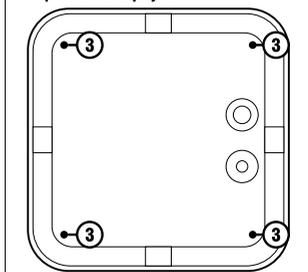

Рис. 2.
- Нанесите место будущей установки светильника и просверлите 4 отверстия. Расположение монтажных отверстий ③ обозначено на Рис. 2.
- Установите гермоввод (в комплекте) в отверстия ④ и ⑦. Протяните кабель через гермоввод ④.
- Зачистите контакты сетевого кабеля и подключите провода к клеммной колодке ⑤. Зафиксируйте кабель при помощи двух винтов ⑥.
- Зафиксируйте крышку со светодиодным модулем ② при помощи винта ① и установите плафон, зафиксировав его клипсами, установленными на корпусе.